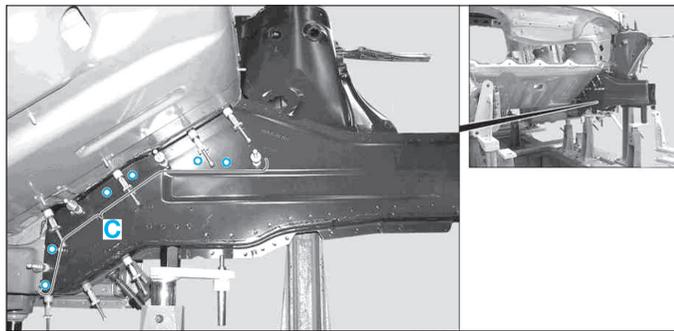

FIG. 16
- Percer des trous (Ø 6,5 mm) dans la zone (C) (Fig.16).